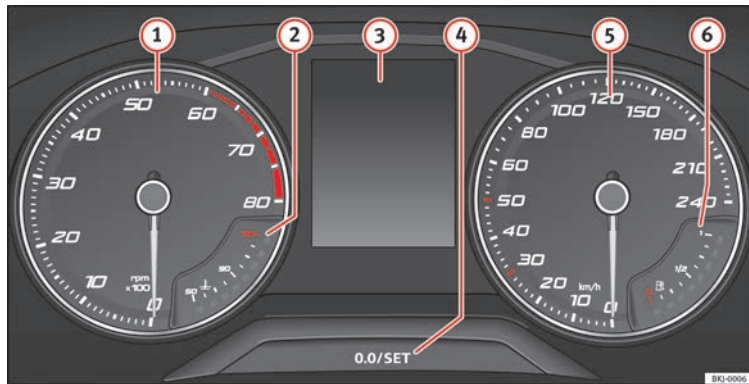

Abb. 125 Display des Kombi-Instruments in der Instrumententafel.
Der Drehzahlmesser zeigt die Motordrehzahl pro Minute an » **Abb. 125** ①.
- Die Nadel des Drehzahlmessers » **Abb. 125** ① darf den roten Bereich nur für einen kurzen Moment erreichen, andernfalls besteht die Gefahr eines Motorschadens.
Beim Einschalten der Zündung können im Display des Kombiinstrumentes » **Abb. 125** ③ je nach Fahrzeugausstattung verschiedene Informationen angezeigt werden:
- Drücken Sie kurz die Taste » **Abb. 125** ④, um den Tageskilometerzähler auf 0 zurück zu setzen.
- Wenn Sie die Taste ④ drei Sekunden lang gedrückt halten, wird der vorherige Wert angezeigt.
- Zum Einstellen der Uhrzeit die Taste » **Abb. 125** ④ länger als 3 Sekunden gedrückt halten, um die Anzeige für Stunden oder Minuten auszuwählen.
- Zum mit der Einstellung fortzufahren, drücken Sie auf den Knopf ④. Zum Schnelldurchlauf gedrückt halten.
- Erneut die Taste ④ drücken, um die Einstellung der Uhrzeit abzuschließen.
Die Taste » **Abb. 125** ④ länger als 15 Sekunden gedrückt halten, um die Motorkennbuchstaben (MKB) des Fahrzeugs anzuzeigen. Dazu muss die Zündung ein- und der Motor ausgeschaltet sein.